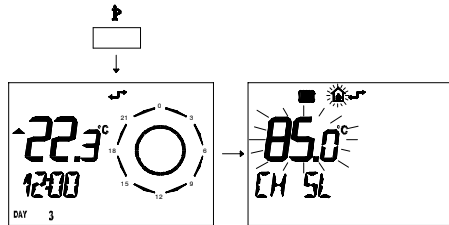

fig. 5.30
- 2 Premere per più di 3 secondi il pulsante  per entrare in modalità *I NFO*. (fig. 5.30)
- 1 Premere per più di 3 secondi il pulsante  per entrare in modalità *I NFO*. (fig. 5.30)